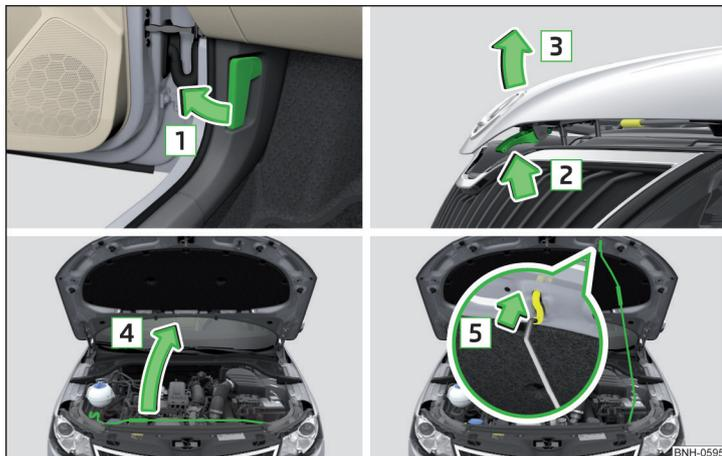

Fig. 151 Abrir el capó
- Abrir la puerta del conductor y tire la palanca de desbloqueo ubicada debajo del tablero de instrumentos en el sentido de la flecha **1** » fig. 151.